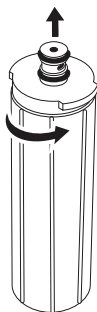

Figura 6
8. Alinee los bordes del cartucho del filtro con la cabeza e inserte el cartucho del filtro en la cabeza. Gire el cartucho del filtro en sentido contrario a las manecillas del reloj hasta que éste sedetenga (cerca de 1/4 de vuelta). El filtro está instalado (ver Figura 6).